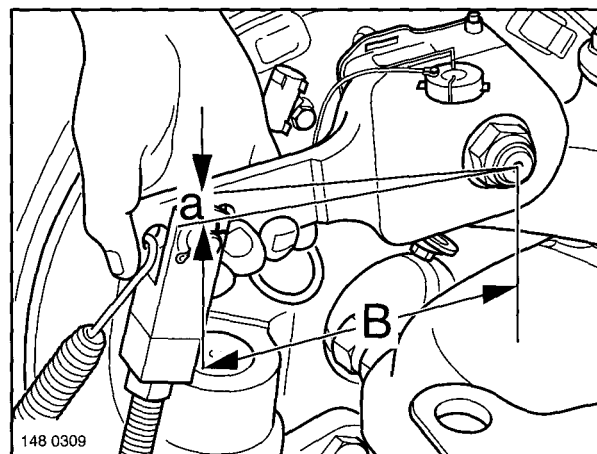

Fig. 9
Actuate the slack adjuster by hand in the direction of pressure (Fig. 9). If the diaphragm cylinder/piston rod has a maximum of 35 mm slack, the wheel brake has to be readjusted.
- Actionner le levier de frein à la main, dans le sens de la pression (figure 9). Si la course à vide de la tige de poussée du cylindre à diaphragme atteint 35 mm, il faut procéder à un nouveau réglage du frein de roue.
Gestängesteller von Hand in Druckrichtung betätigen (Fig. 9). Bei einem Leerweg der Membranzylinder-Druckstange von max. 35 mm muß die Radbremse nachgestellt werden.